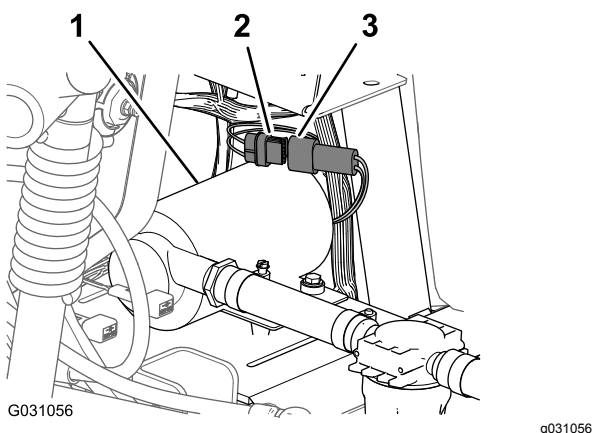

Figure 238
1. Branchez le connecteur à 6 broches du faisceau de la pompe de rinçage au connecteur à 6 douilles du faisceau principal arrière (Figure 238).